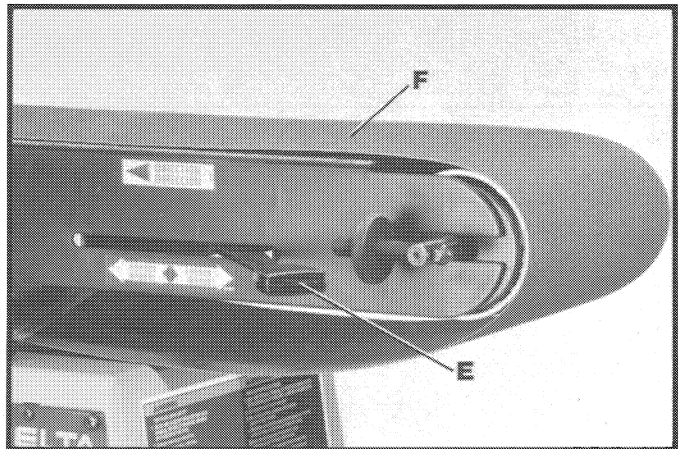

Fig. 42
4. Deslice la palanca de tensionamiento (E) Fig. 42 a la derecha para soltar la tensión en la correa de lijado (F). Quite la correa de lijado (F) de ambos tambores de lijado.
6. Vuelva a aplicar el tensionamiento de la correa al deslizar la palanca de tensionamiento (E) Fig. 42 a la izquierda.